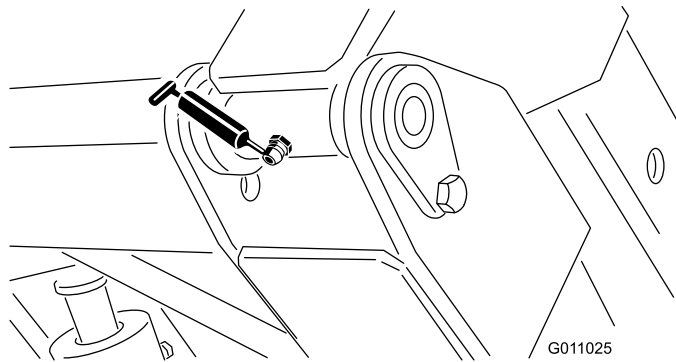

Figura 29
- Pivote de la tolva (superior) (2) (Figura 29).